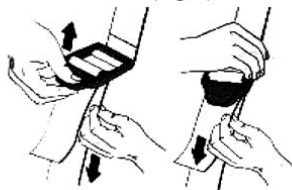

Fig.9
- Alargue el arnés halando la correa hacia abajo y levantando el extremo de la hebilla (Fig. 9).
- Reduzca el arnés llevando la correa a su posición anterior a través de la hebilla mientras la sostiene. (Fig. 9)